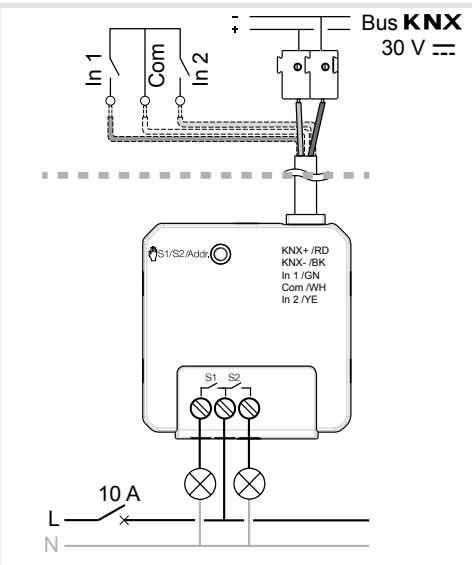

Figura 3: collegamento di carichi di commutazione
- Collegare i carichi (figura 3/4) ai morsetti di collegamento carico (2).